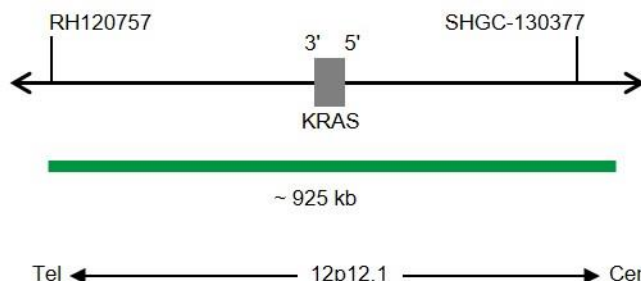

Fig. 1: SPEC KRAS Mapa de la sonda (no está a escala)
- Polinucleótidos marcados en verde (excitación a 503 nm/emisión a 528 nm) ZyGreen (~10 ng/μl), dirigidos a secuencias localizadas en 12p12.1* (chr12:24,916,728-25,839,353) que albergan la región del gen KRAS (ver Fig. 1).